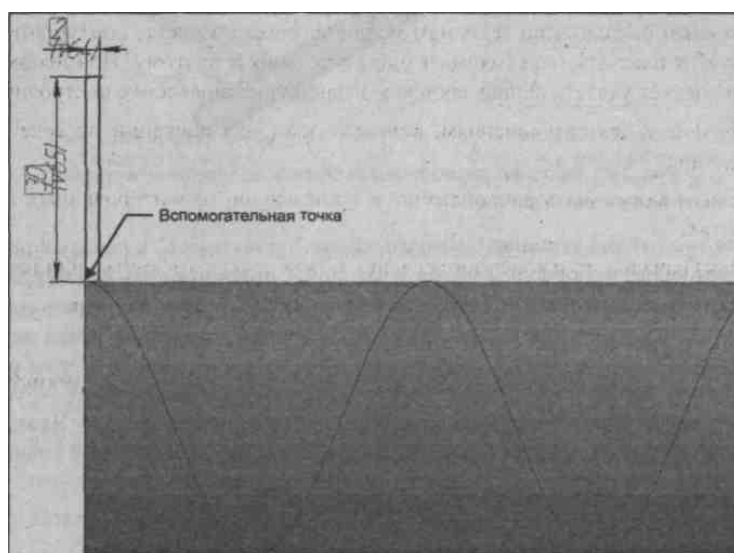

Рис. 6.5. Эскиз-сечение шнековой спирали
8. Теперь легко вычертить прямоугольник  $2 \times 30$  мм, вершина которого находится в начале спирали (рис. 6.5). Закройте эскиз, и в Дереве модели появится строка "**Эскиз:3**".